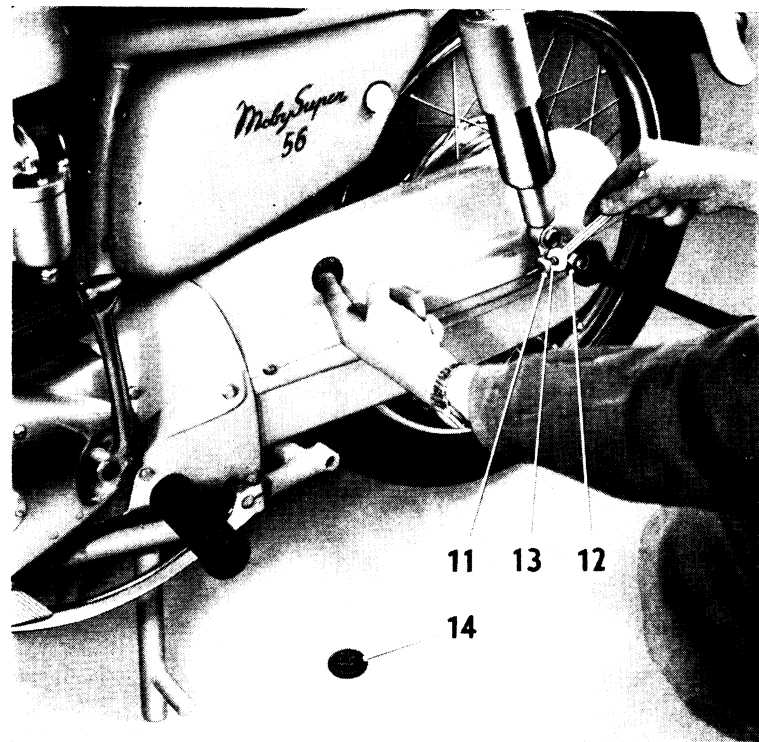

FIG. 9 - Tension de chaîne
La tension de la chaîne se règle au moyen de tendeurs (11), se trouvant de chaque côté du bras oscillant AR. Après avoir desserré la broche (12) et légèrement l'écrou du faux moyeu (écrou moleté situé sous l'entretoise côté gauche (13), agir sur les tendeurs et resserrer la broche (fig. 9).